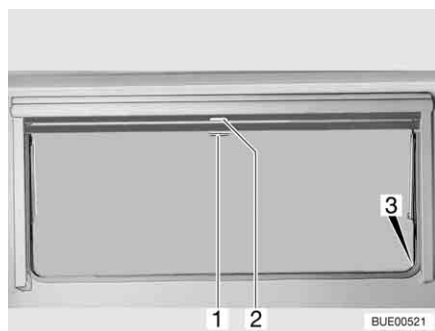

Bild 84 Överkantshängda fönster
- Drag ned mörkläggningsrullgardinen med handtaget (Bild 84,2). När mörkläggningsrullgardinen dras ned helt fäster man det man i spärrarna (Bild 84,3) på båda sidorna på fönsterkarmen.
- När mörkläggningsrullgardinen är helt neddragen: Tryck ned handtaget (Bild 84,2) och drag det något inåt. Nu kan man ta loss mörkläggningsrullgardinen ur spärrarna på båda sidorna av fönsterkarmen.
- När mörkläggningsrullgardinen inte är helt neddragen: Drag handtaget (Bild 84,2) lätt nedåt tills spärren släpper.
- Drag ner insektsnätet med handtaget (Bild 84,1) och fäst det i spärrarna (Bild 84,3) på båda sidorna av fönsterkarmen.
- Tryck ned handtaget (Bild 84,1) och drag det något inåt. Lossa insektsnätet ur spärrarna på båda sidorna av fönsterkarmen.